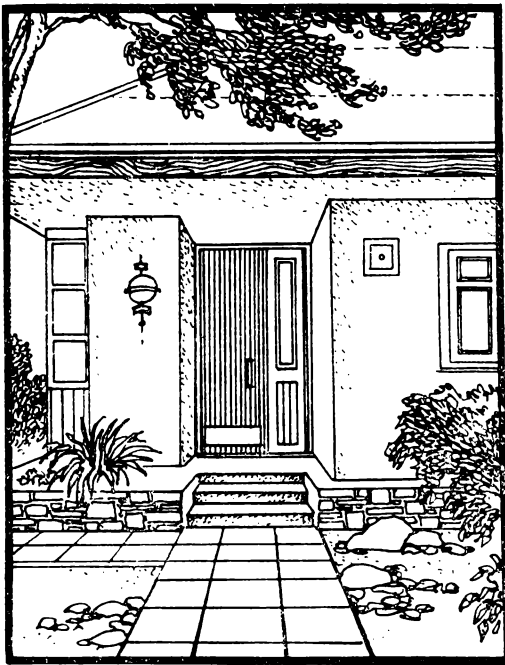

Рис. 1. Вход в усадебный жилой дом
**В**озможности и средства оформления входа, конечно же, намного разнообразнее и богаче в индивидуальном усадебном доме. Увитая зеленью калитка, обсаженная цветами или перекрытая перголой с виноградом дорожка, крыльцо или веранда при входе, адресный указатель и кованый фонарь — все это активные декоративные и функциональные детали, создающие комфорт и формирующие эстетику входной зоны такого типа домов (рис. 1).